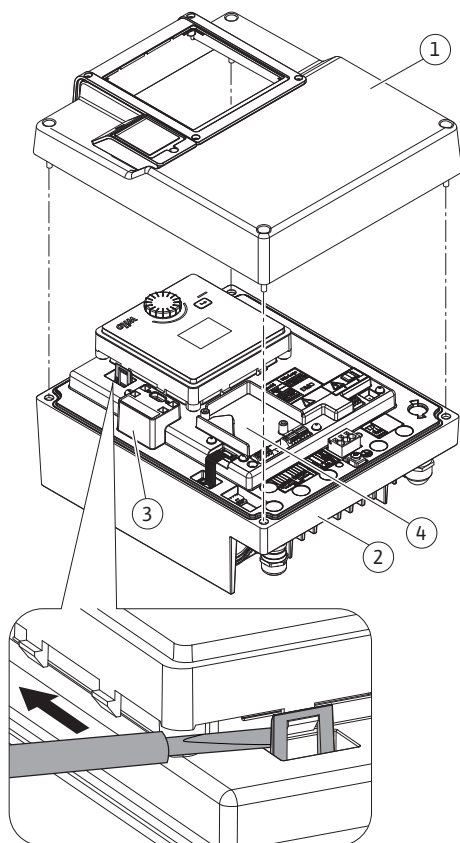

Fig. 26: Elektronikmodul
| Elektronikmodulens övre del       | Fig. 26, pos. 1Fig. I, pos. 2 | Torx 25/M5               | 4,5                                               |                        |
| CIF-modul                         | Fig. 26, pos. 4                   | IP10/PT 30x10            | 0,9                                               |                        |
CIF-moduler (tillbehör) används för kommunikation mellan pumpar och fastighetsautomation. CIF-moduler sätts på i elektronikmodulen (Fig. 26, pos. 4).